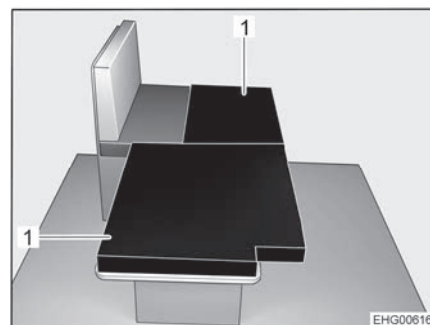

Fig. 82 Dopo la trasformazione
- Posizionare i due cuscini aggiuntivi (Fig. 82,1) sul tavolo ribassato, come illustrato.